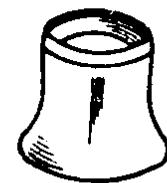

图 1-11 寸镜
9. 寸镜 在钟表行业，一般将专用的、戴在眼睛 上的放大镜称为寸镜 (见图 1-11)。寸镜的放大倍数不等，目前市场上供应的寸镜有 3 倍、4 倍、5 倍三种，可根据修表者本人的情况自由选择。